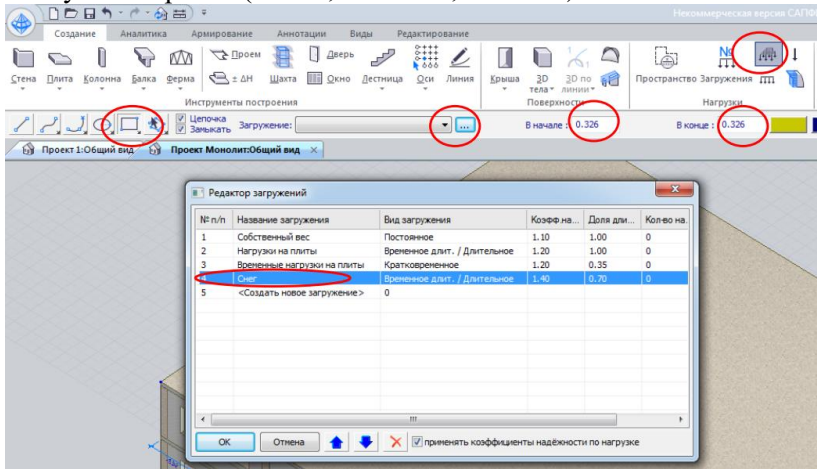

Рисунок 18.1 – Створення навантаження від снігового навантаження
- клацанням в колонці Переходи. надійності по рядку Сніг введіть значення коефіцієнта надійності для снігового навантаження 1.4 і частку тривалості 0.7 (рис. 18.1);